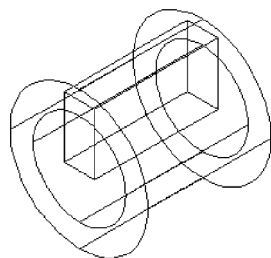

图 13-15 西南等轴测视图
2) 选择【常用】功能区 | 【视图】选项板 | 【西南等轴测】视图 ，观察拉伸后的效果，如图 13-15 所示。